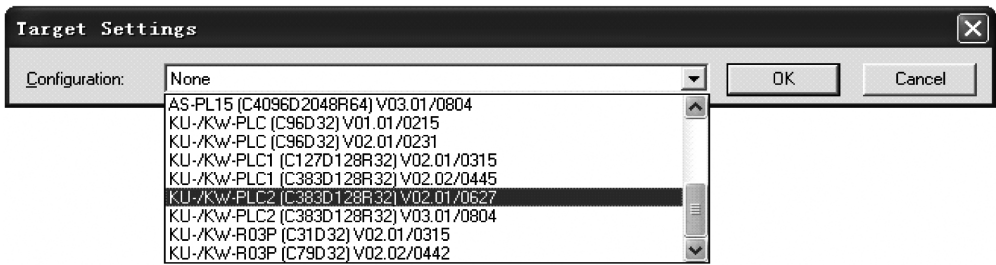

图 5-1 配置 PLC 版本及类型
- 2) 选择“Target setting”，配置 PLC 版本及类型，如图 5-1 所示。